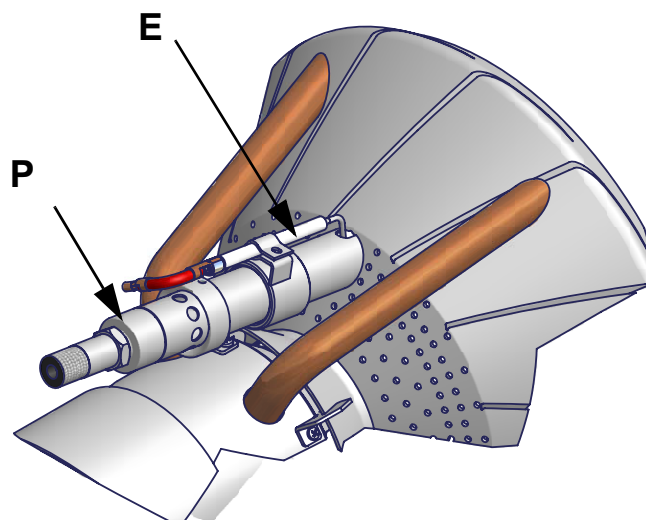

Рис. 7 - - Часть головы сгорания с запальной горелкой (P) и запальным электродом (E)
4. VD можно монтировать, развернув на 180°, рис. 7.